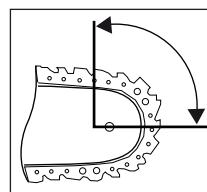

Abb. 1
- Eine Berührung mit der Schienenspitze kann in manchen Fällen zu einer unerwarteten, nach hinten gerichteten Reaktion führen, bei der das Schwert ⑯ nach oben und in Richtung der Bedienperson geschlagen wird (siehe Abb. 1).